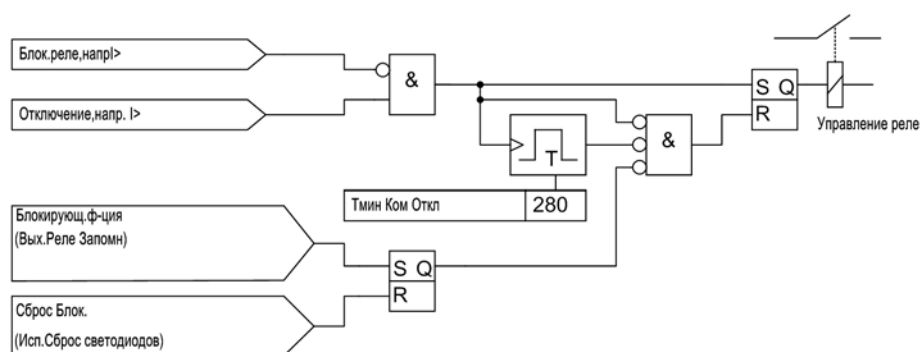

Рисунок 2-49 Снятие сигнала отключения, пример функции защиты
- Однажды переданная команда отключения сохраняется (см. рисунок 2-49). В то же время, запускается таймер минимальной длительности команды отключения **Тмин Ком Откл**. Этот таймер гарантирует передачу сигнала отключения на выключатель за соответствующее время, даже если функция, выдавшая сигнал отключения, осуществит быстрый возврат. Сигнал отключения снимается только после того, как все функции защиты осуществят возврат И истечет время минимальной длительности команды отключения.